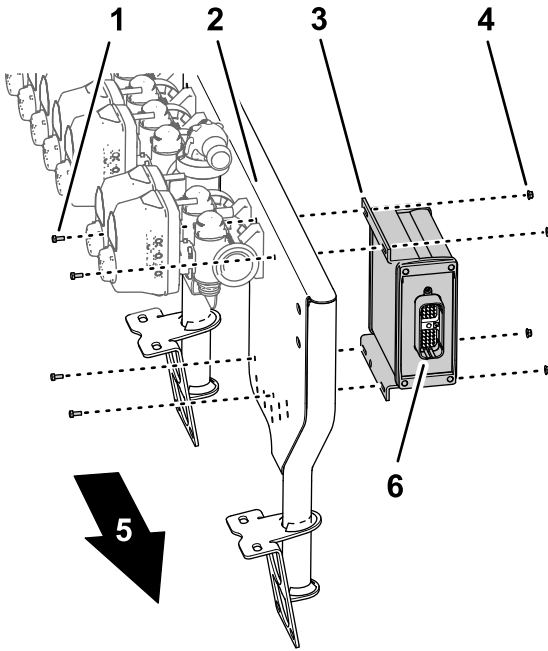

图 60
1. 将打药车控制器与阀门安装架前侧对齐40 针接头向外图 60。
2. 使用 4 个螺栓4 x 10mm和 4 个凸缘锁紧螺母4mm将打药车控制器安装到阀门安装架上图 60。